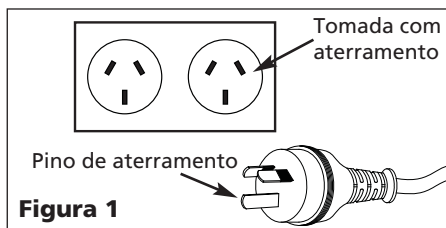

Figura 1
1. Este produto foi projetado para uso com tensão de 240 volts e possui um conector com aterramento como mostrado na figura 1. Certifique-se de que o compressor esteja conectado a uma saída com a mesma configuração do conector. Este produto deve ser aterrado. Em caso de curto circuito, o aterramento reduz o risco de choque elétrico por oferecer um cabo elétrico para desvio da corrente. Este produto está equipado com um cabo contendo um fio de aterramento com seu respectivo conector apropriado. Este fio deverá ser conectado a uma tomada que esteja corretamente instalada e aterrada de acordo com todas as normas e códigos locais.